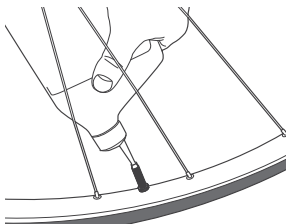

Figure 6. Versez du produit d'étanchéité par le trou de valve
5. Versez du produit d'étanchéité par le trou de valve (Figure 6). Lisez les instructions indiquées sur le flacon du produit d'étanchéité pour savoir quelle quantité utiliser.